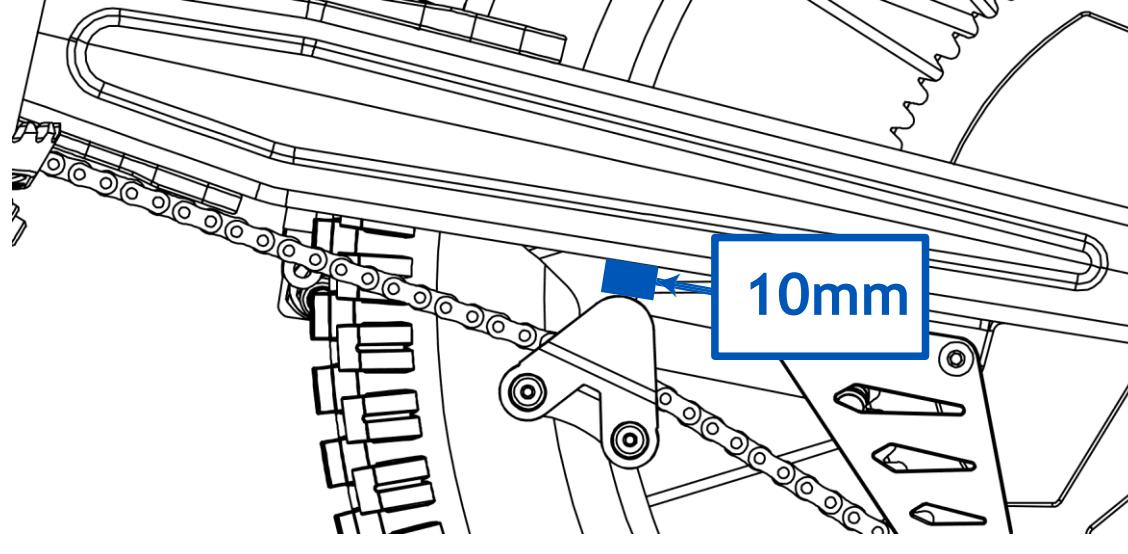

Fig. 16
- Comprobar la holgura de la cadena, de manera que la cadena tenga un juego como el que se indica en este manual, de 10 mm (Fig. 16). Para revisar esto, debe girar la rueda y verificar la holgura varias veces, midiendo siempre desde el mismo punto. La cadena no debe presentar mucho juego ni demasiada rigidez.